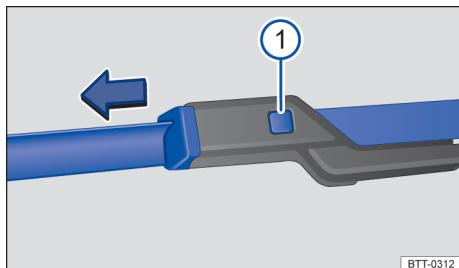

Fig. 127 Substituir as palhetas dos limpadores do para-brisa.
- Manter o botão de destravamento → Fig. 127 ① pressionado e, ao mesmo tempo, retirar a palheta do limpador do para-brisa no sentido da seta.